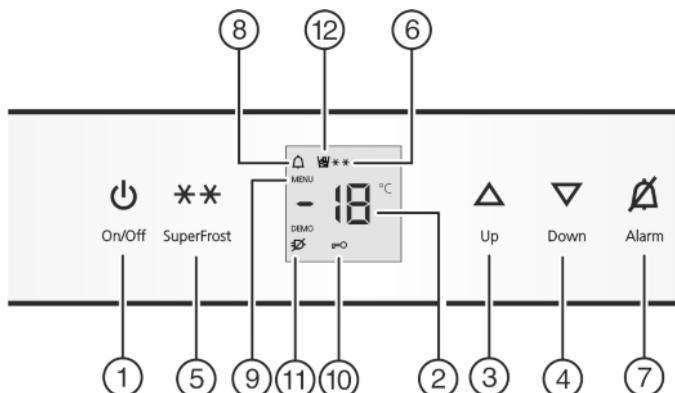

Fig. 2
- нажмите кнопку On/Off Fig. 2 (1).
- Активация режима настройки: удерживайте кнопку SuperFrost Fig. 2 (5) прибл. 5 секунд.
- Символ меню Fig. 2 (9) горит.
- Коротко нажмите кнопку SuperFrost Fig. 2 (5) для подтверждения.
- Для включения защиты от детей коротко нажмите клавишу SuperFrost Fig. 2 (5).
- Символ "Защита от детей" Fig. 2 (10) горит. На индикации мигает .
- Для выключения защиты от детей коротко нажмите клавишу SuperFrost Fig. 2 (5).
- Символ защиты от детей Fig. 2 (10) гаснет. На индикации мигает .
- Выход из режима настройки: нажмите кнопку On/Off Fig. 2 (1).
► Нажмите кнопку Alarm Fig. 2 (7).
Одновременно мигает индикация температуры и символ тревоги Fig. 2 (8).
Звуковой сигнал выключается автоматически, символ аварийного сигнала Fig. 2 (8) выключается и индикатор температуры перестает мигать, если температура снова становится достаточно низкой.
- Установка более высокой температуры: нажмите кнопку настройки Up Fig. 2 (3).
- Установка более низкой температуры: нажмите кнопку настройки Down Fig. 2 (4).